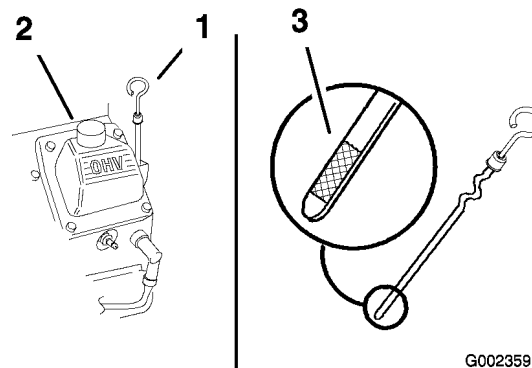

Figure 33
4. Nettoyez la surface autour de la jauge d'huile (Figure 33) pour éviter que des impuretés ne s'introduisent dans le goulot de remplissage, ce qui risquerait d'endommager le moteur.
5. Retirez la jauge d'huile et essuyez soigneusement son extrémité (Figure 33).
6. Remettez la jauge au fond du tube de remplissage, mais sans la visser (Figure 33).
7. Versez avec précaution environ 80% de la quantité d'huile spécifiée dans le goulot de remplissage (Figure 33)